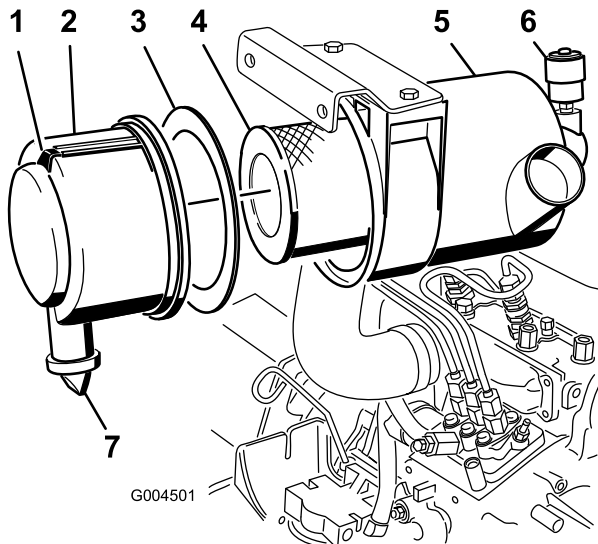

Figura 41
2. Efectue a manutenção do filtro de ar quando o indicador do filtro de ar (Figura 41) ficar vermelho ou a cada 400 horas (com maior frequência em condições de trabalho muito sujas ou poeirentas). Não efectue a manutenção do filtro de ar com demasiada frequência.
1. Puxe o trinco para fora e rode a cobertura do filtro de ar no sentido contrário ao dos ponteiros do relógio (Figura 41).
2. Retire a cobertura do corpo do filtro de ar (Figura 41).
4. Retire e substitua o filtro primário (Figura 41).
6. Certifique-se de que a junta de espuma está no lugar na tampa e de que não está rasgada nem danificada (Figura 41).
- A. Limpe a válvula de saída de borracha da tampa (Figura 41).
10. Reinicie o indicador (Figura 41), se este estiver vermelho.